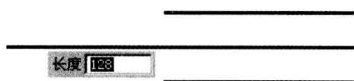

图 2.8.21 派生两平行线中间的直线
- 如果选择两条平行线，系统会在这两条平行线的中点处创建一条直线。可以通过拖动鼠标以确定直线长度，也可以在动态输入框中输入值，如图 2.8.21 所示。